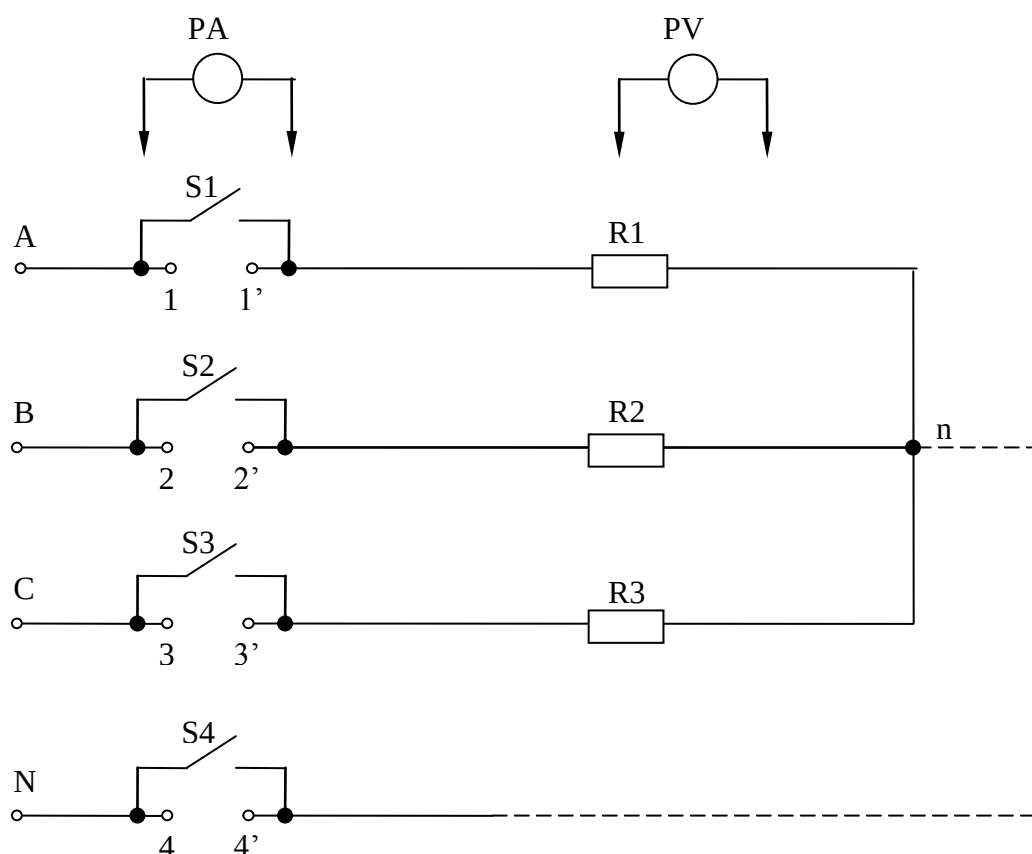

Рис. 3. Электрическая схема лабораторной установки.
Электрическая схема лабораторной установки приведена на рис. 3.
5.2. собрать электрическую схему "звезда" без нулевого провода, включив в каждую фазу по два последовательно включенных активных сопротивления (симметричная нагрузка) - рис. 3;